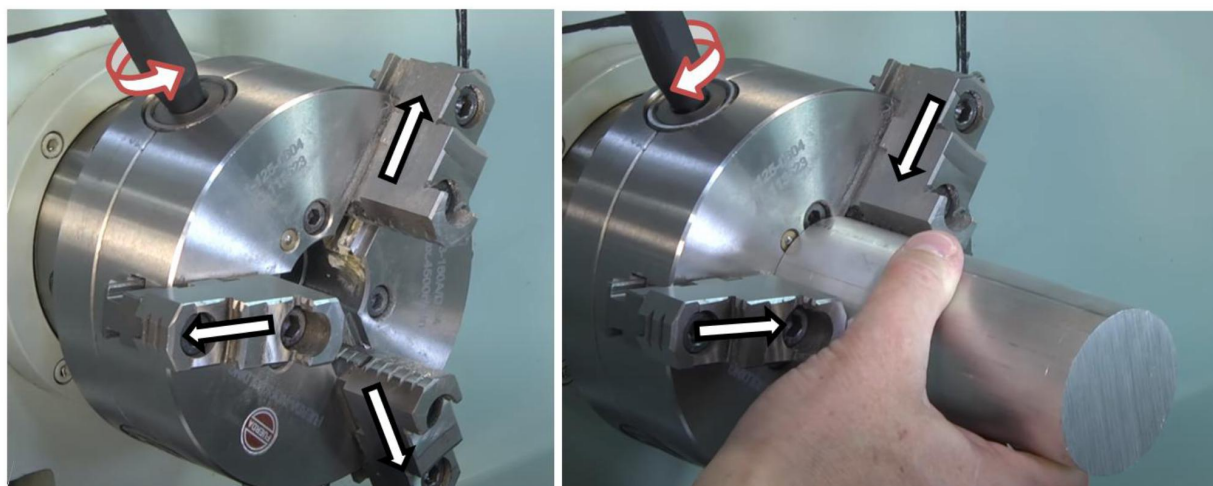

Рисунок 2. Установка заготовки в патрон токарного станка
1. Первым действием необходимо раскрыть кулачки патрона поворотом ключа против часовой стрелки (рис.2, а).
2. Затем, заготовка вставляется между раскрытыми кулачками и проводится её закрепление поворотом ключа по часовой стрелке (рис.2, б).